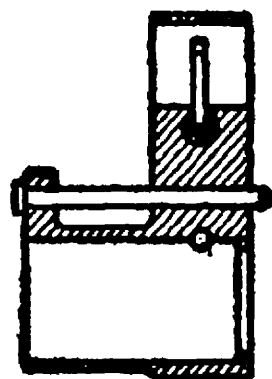

Рис. 11.
12. Мушка (рис. 11) служит для прицеливания. Она укреплена в вырезе колодки намушника.